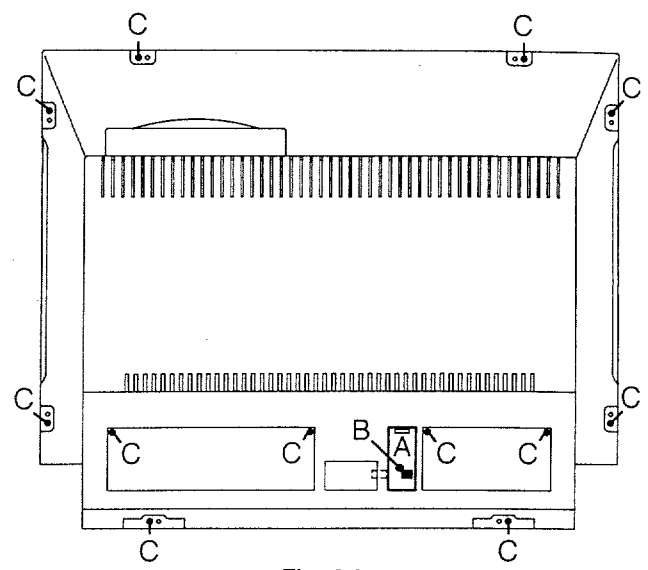

Fig. 4.1
1. Het verwijderen van de achterwand (Fig. 4.1)